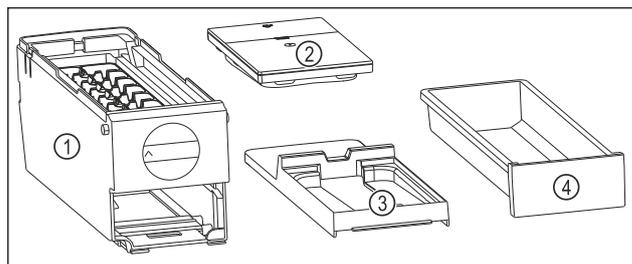

Fig. 143 Componenti dell'EasyTwist-Ice
- ▶ L'EasyTwist-Ice è scomposto in quattro parti. (vedere Fig. 143)
- ▶ Smontare l'EasyTwist-Ice scomponendo solo gli elementi rappresentati in figura. (vedere Fig. 143)
- ▶ Pulire l'intero corpo dell'EasyTwist-Ice Fig. 143 (1).